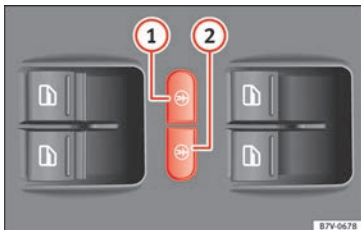

Abb. 136 In der Fahrertür: Tasten für die elektrische Kindersicherung.
Die elektrische Kindersicherung verhindert das Öffnen der Schiebetüren und der elektrischen Fensterheber in den Schiebetüren von innen, damit z. B. Kinder während der Fahrt nicht versehentlich eine Tür öffnen. Die linke Taste »» Abb. 136 ① bzw. die rechte Taste ② schaltet die Kindersicherung hinten links bzw. rechts ein.
Einschalten:	Taste »» Abb. 136 ① oder ② drücken.